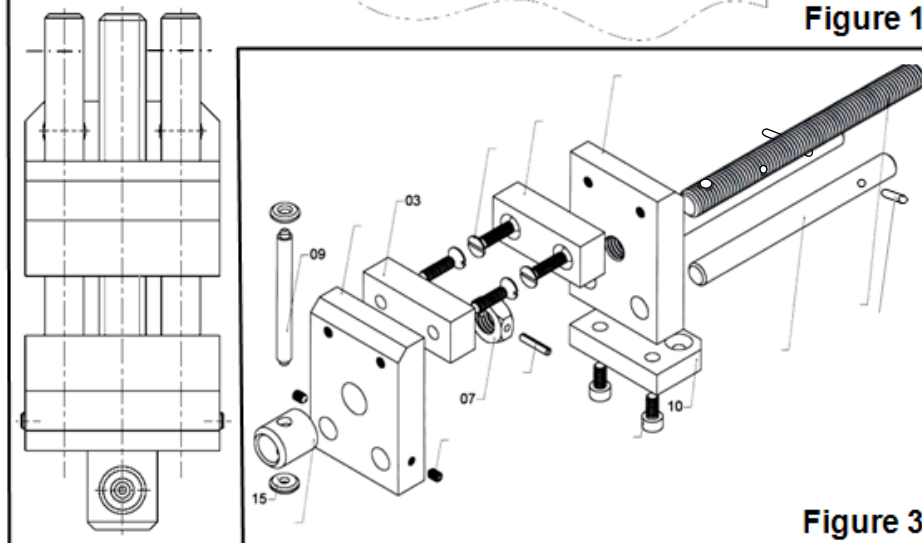

Figure 3
- Figure 3 Dessin de définition
10- **Quel est** l'intérêt d'avoir réalisé le dessin de la **figure 3**?